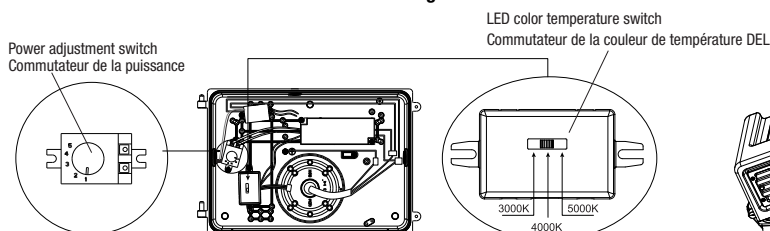

Fig. 6
9. Select the appropriate LED color temperature and power by using the switches inside the housing as shown in Fig. 6.
9. Choisir la température de couleur DEL et la puissance en utilisant les commutateurs à l'intérieur du boîtier comme montré sur la Fig. 6.